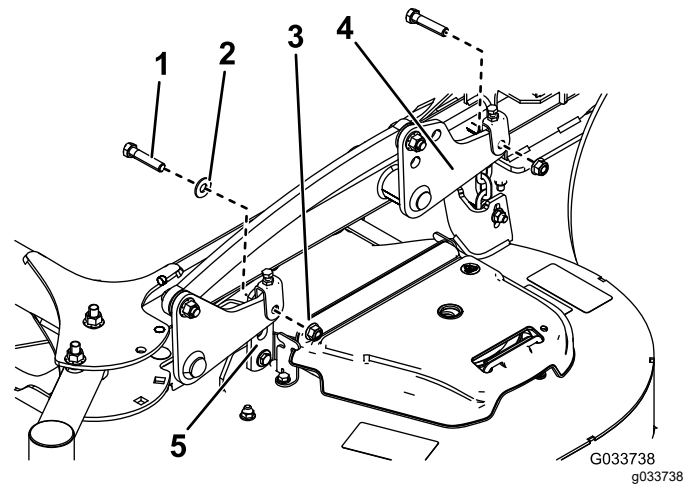

**Figura 86**
4. Retire los 2 pernos y las 2 tuercas que conectan el soporte del puntal con el bastidor (Figura 86).
4. Instale los 2 pernos que guardó para conectar el soporte del puntal con el bastidor (Figura 86).